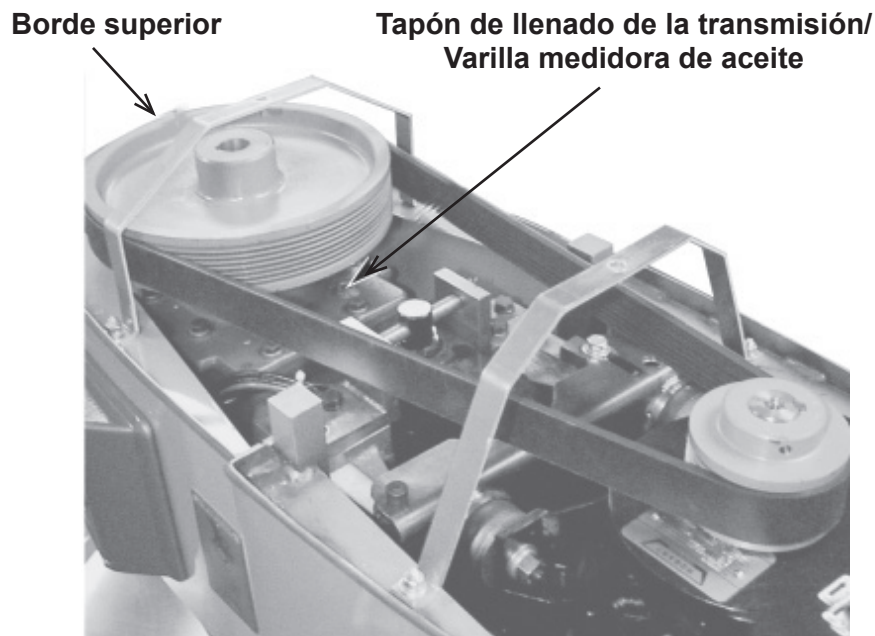

Fig. 1
- Coloque un nivel en el borde superior de la polea grande (Fig. 1). Deslice cuñas debajo de la superficie de contacto de la base de la batidora según sea necesario para nivelarla de adelante hacia atrás y de maneja lateral.